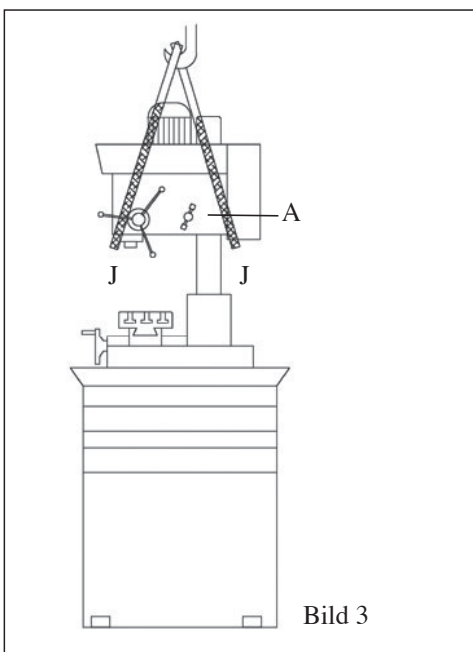

Bild 3
1. Kontrollera att huvudet sitter fast ordentligt på pelaren med hjälp av huvudets låshandtag (A, fig. 3).
2. Placera en rem (med en belastningskapacitet på ca 400 kg) på de två punkterna J (fig. 3) för att lyfta maskinen.